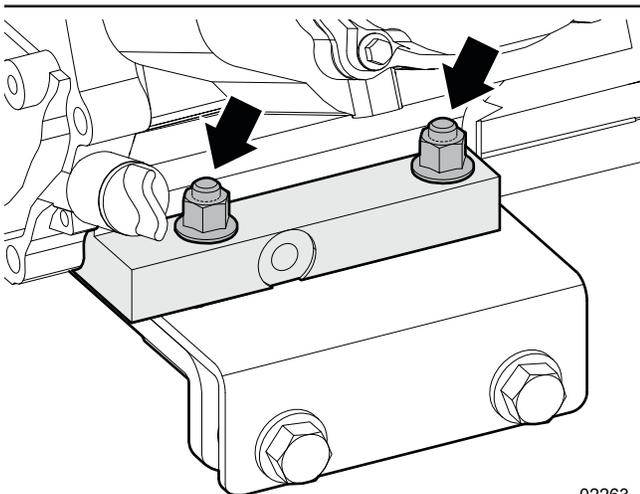

Fig. 39 – Boulons de montage du moteur (deux de quatre)
3. Desserrez (ne retirez pas) les quatre boulons qui fixent le support du moteur sur le châssis de l'équipement. Voir *Fig. 39* à la page 56.
3. Desserrez (ne retirez pas) les quatre boulons qui fixent le support du moteur sur le châssis de l'équipement. Voir Fig. 39.
1. Desserrez (sans les enlever) les quatre boulons du support du moteur. Voir Fig. 39.